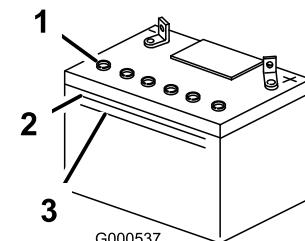

Bild 44
- Sehen Sie sich die Seite der Batterie an. Der Füllstand muss bis zur **oberen** Linie reichen (Bild 44). Der Säurestand darf nicht unter die untere Linie fallen (Bild 44).
3. Entfernen Sie die Entlüftungsdeckel von der Batterie (Bild 44).
4. Gießen Sie langsam destilliertes Wasser in jede Batteriezelle, bis der Säurestand die obere Linie (Bild 44) am Batteriegehäuse erreicht.
5. Warten Sie nach dem Füllen der Batteriezellen fünf bis zehn Minuten. Gießen Sie bei Bedarf destilliertes Wasser in jede Batteriezelle, bis der Säurestand die obere Linie (Bild 44) am Batteriegehäuse erreicht.